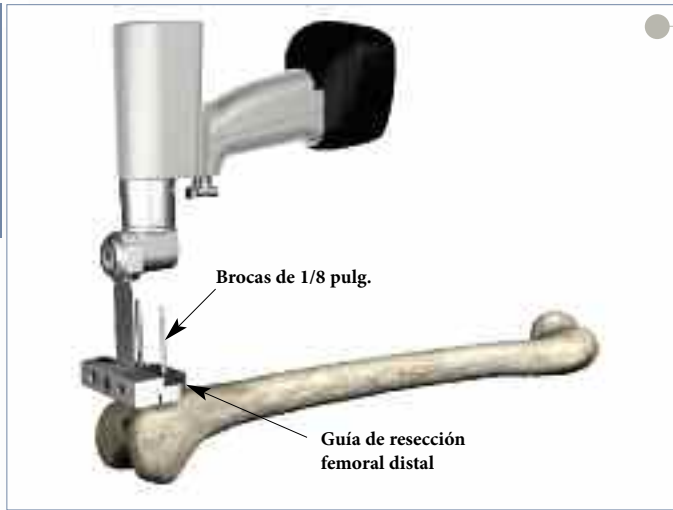

Figura 10
- ▶ Una vez determinado el nivel de resección, realice la resección femoral distal (**Figura 10**).